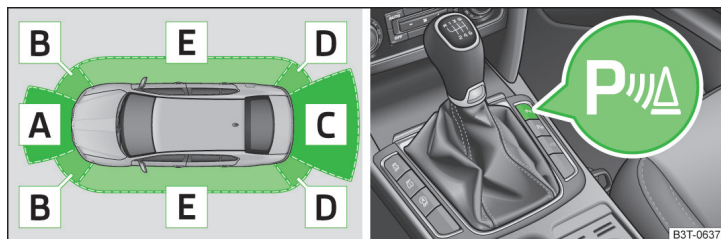

Fig. 148 Portée des capteurs/touche système
- Il y a un dysfonctionnement si un son retentit durant 3 secondes environ après l'activation du système alors qu'il ne se trouve aucun obstacle à proximité du véhicule. Le dysfonctionnement est également signalé par le clignotement du symbole  dans la touche  fig. 148 à la page 164. Faites appel à l'assistance d'un atelier spécialisé.
Zone » fig. 148	Portée des capteurs
Sur les véhicules équipés d'un dispositif d'attelage monté en usine, seules les zones **A** et **B** » fig. 148 du système sont actives.
Le système s'active automatiquement lorsqu'on passe la **marche arrière** ou on appuie sur la touche symbole **P** » fig. 148 à la page 164. Le symbole **P** s'allume dans la touche, l'activation est confirmée par un bref signal sonore.